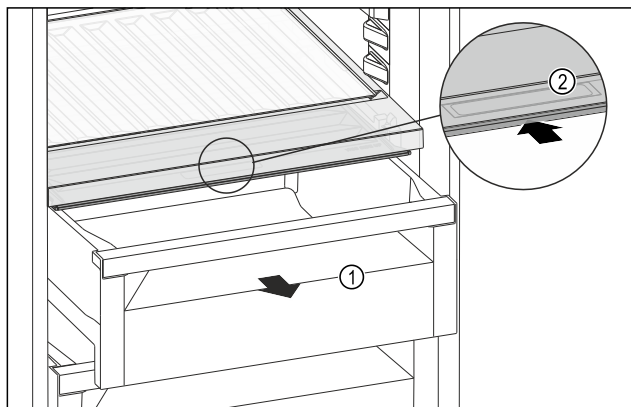

Fig. 157
- Ištraukite įstumiamą stalčių Fig. 157 (1).
- Suimkite stalčiaus dangčio įleidžiamą rankeną Fig. 157 (2) ir patraukite stalčiaus dangtį tuo pačiu metu atgal.